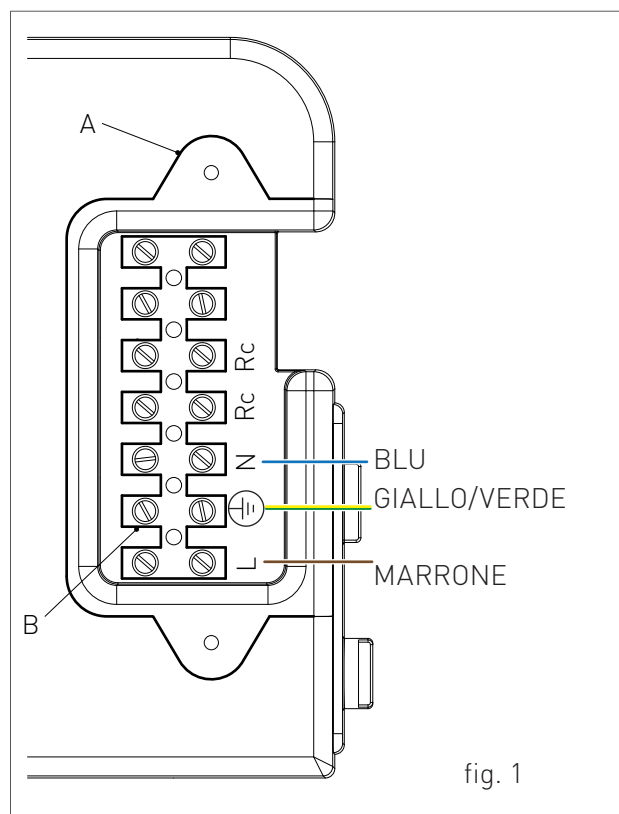

fig. 1
- › svitare le due viti e rimuovere il piastrino "A" (vedi fig. 1).